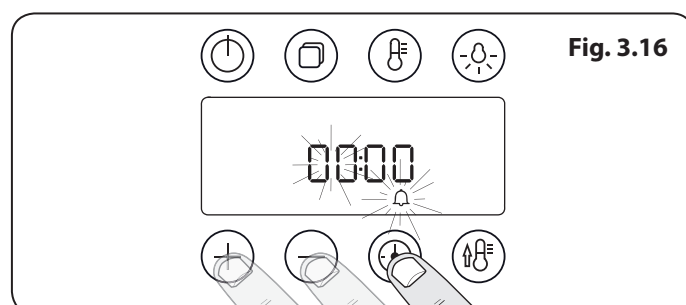

Fig. 3.16
1. Toucher le bouton minuterie une fois pour entrer dans le rappel minute (**Fig. 3.16**).
2. Les heures commenceront à clignoter. Réglez les heures en utilisant les boutons [+] ou [-] (**Fig. 3.16**).